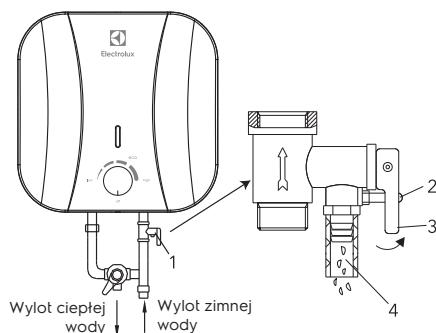

Rys. 3
2. Po wybraniu miejsca instalacji wykonaj dwa otwory o wymaganej głębokości w ścianie i włóż śruby, obróć hak do góry, dokrć mocno nakrętki, a następnie zainstaluj na nim podgrzewacz wody (patrz rys. 3).